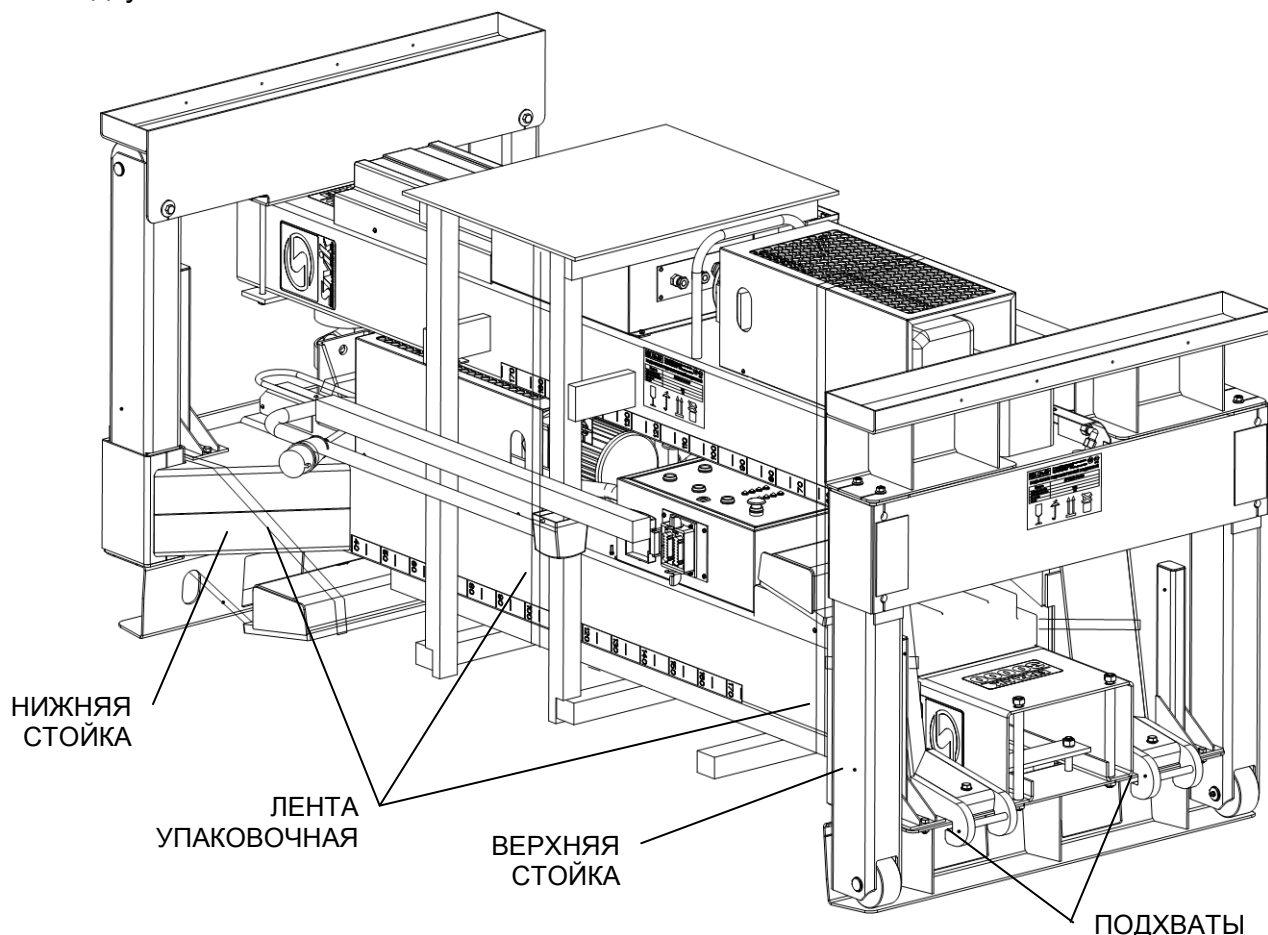

Рисунок 6.1 - Упаковочное место
6.1 Подъемник поставляется в частично разобранном виде и упакован в два (три) упаковочных места (рисунок 6.1). Сборка стоек подъемника должна проводиться специалистами, согласно рисункам 4.5, 4.6 и 4.7. Произвести перестановку опор 4 каждой стойки в той же комплектности как стояли при транспортировке (с подложкой 16 или без нее, для удобства демонтажа опор 4 подложки 16 могут быть приложены к опорам сбоку и зафиксированы клейкой лентой). Зафиксировать клинья 17, вставить крышку 18 и затянуть болтами 19 (люфт опоры в колонне не допускается). Установить упоры 23 и накладку 31 на место.